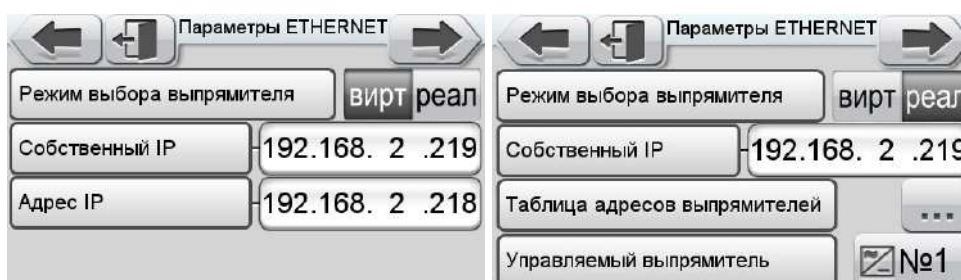

Рисунок 3
9.4 Экран «**Параметры ETHERNET**» предназначен для настройки параметров интерфейса связи при подключении выносного пульта посредством интерфейса ETHERNET (рис.3).